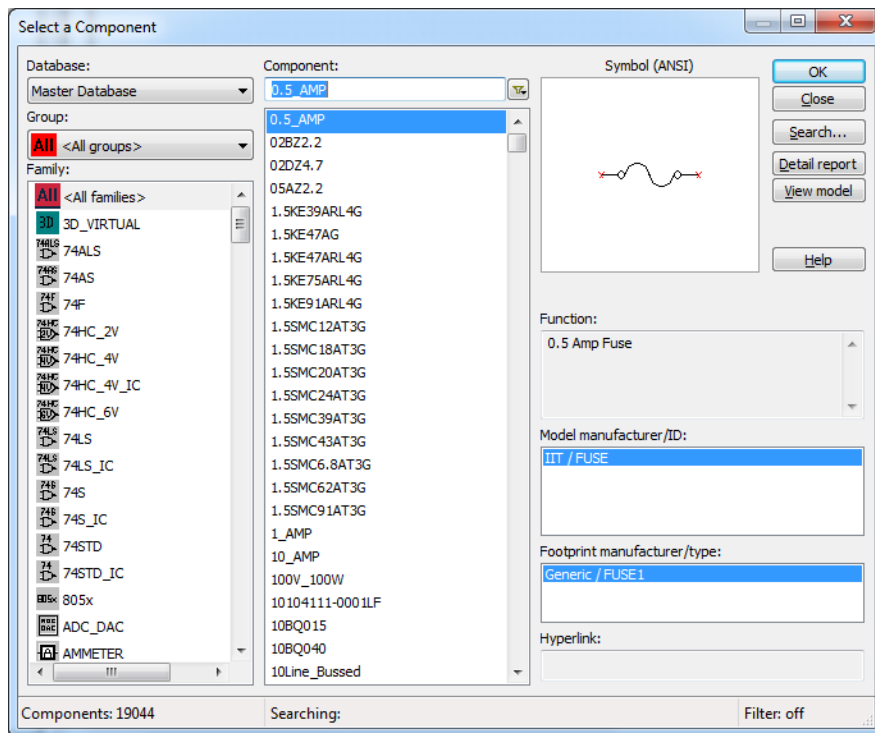

Рис. 1.3. Панель компонентов
- 3) Через панель компонентов (рис. 1.3).